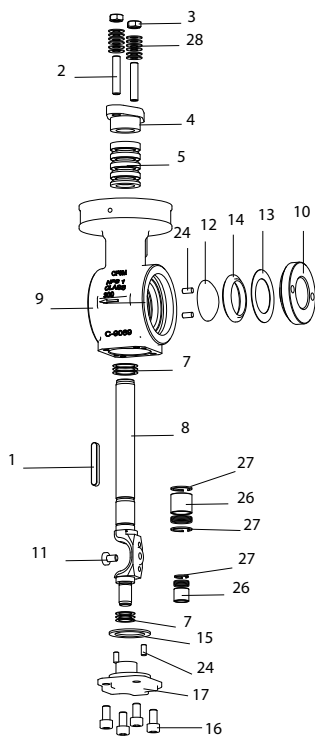
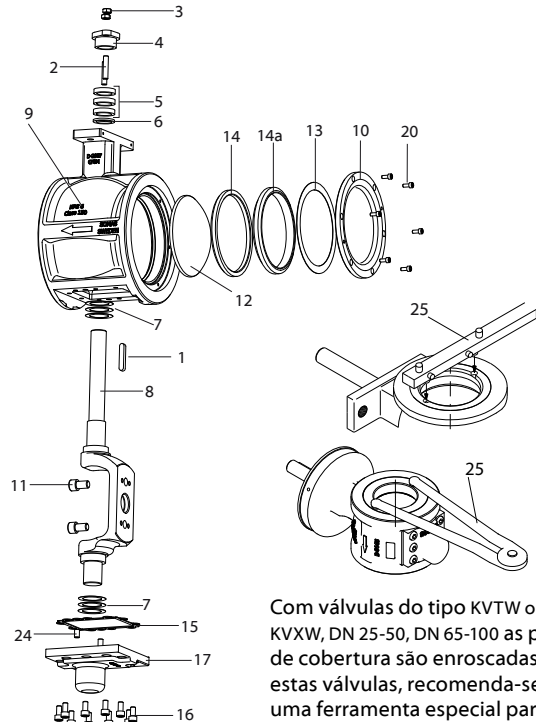

Fig.6-4
Fig.6-6
Com válvulas do tipo KVTW och KVXW, DN 25-50, DN 65-100 as placas de cobertura são enroscadas. Para estas válvulas, recomenda-se usar uma ferramenta especial para tirar as placas de cobertura (→ Fig.6-6/25).
1. Tirar a placa de cobertura (→ Fig.6-4/10) com a ferramenta especial (→ Fig.6-6/25).
2. Tirar a anilha de mola (→ Fig.6-4/13), assento (→ Fig.6-4/14).
(→ Fig.6-6/25).
2. Lubrificar as superfícies do assento e os parafusos da placa de cobertura (→ Fig. 6-6/20) com pasta de dissulfureto de molibdénio. Para válvulas com uma placa de cobertura aparafusada para dentro, lubrificar também a rosca no corpo da válvula.